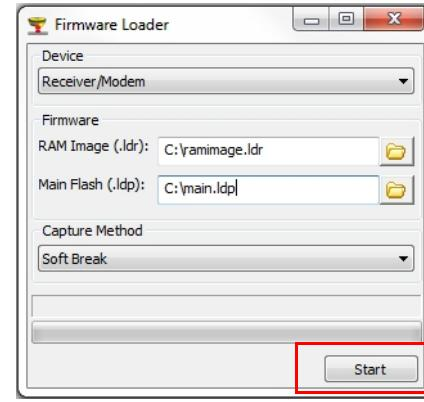

Рис. 8: Окно Загрузка встроенного программного обеспечения
3. Нажмите пиктограмму **Встроенное программное обеспечение** в главном окне TRU. Откроется окно **Загрузка встроенного программного обеспечения** (Рис. 8). С помощью этого окна файлы встроенного программного обеспечения загружаются на подключенный приемник.
6. Перейдите к файлам памяти и прошивки приемной платы и выберите их (Рис. 8).